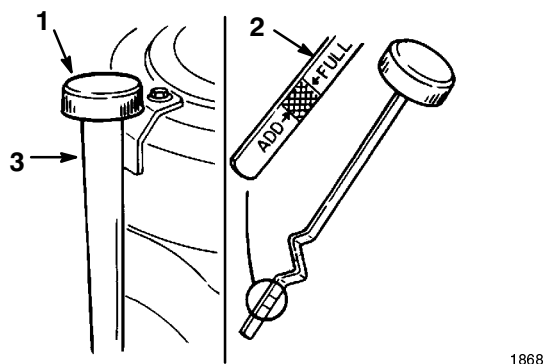

Figure 31
3. Nettoyer les abords de la jauge d'huile (Fig. 31) pour éviter l'introduction de saleté dans l'ouverture de remplissage, qui risquerait d'endommager le moteur.
4. Dévisser la jauge d'huile et bien essuyer l'extrémité métallique (Fig. 31).
5. Visser la jauge à fond dans le goulot de remplissage (Fig. 31), puis la dévisser à nouveau et lire le niveau d'huile sur l'extrémité métallique. Si le niveau est bas, verser lentement de l'huile dans le goulot de remplissage, juste assez pour amener le niveau au repère du plein ("FULL"), puis revisser la jauge.
7. Verser lentement environ 80% du volume d'huile spécifié dans le goulot de remplissage (Fig. 31), puis contrôler le niveau d'huile, voir Contrôle du niveau d'huile, page 37. Rajouter de l'huile lentement pour amener le niveau jusqu'au repère du plein ("FULL") sur la jauge.